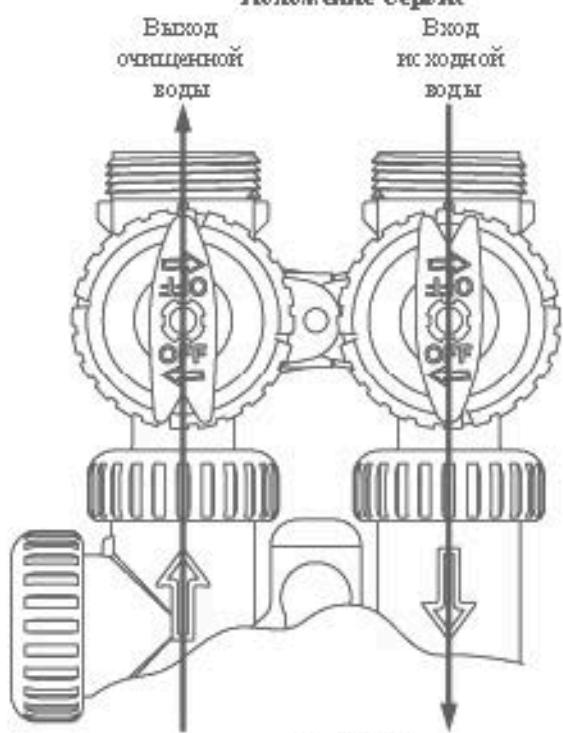

Рисунок 3
- 3. Положение Диагностика:** Ручка *Вход* устанавливается в соответствии с направлением стрелки на управляющем клапане, а ручка *Выход* направляется к центру клапана байпаса; воды из системы поступает в управляющий клапан, но вода из клапана не выходит в систему трубопроводов. (См. Рисунок 3).